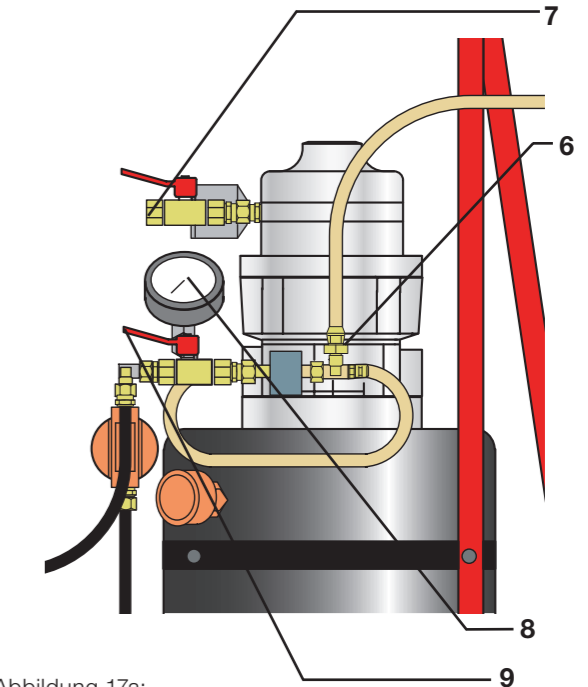

Abbildung 17a:
9.2 BEFÜLLEN MIT ÖL UND ENTLÜFTEN (ABB.17A UND 17B)